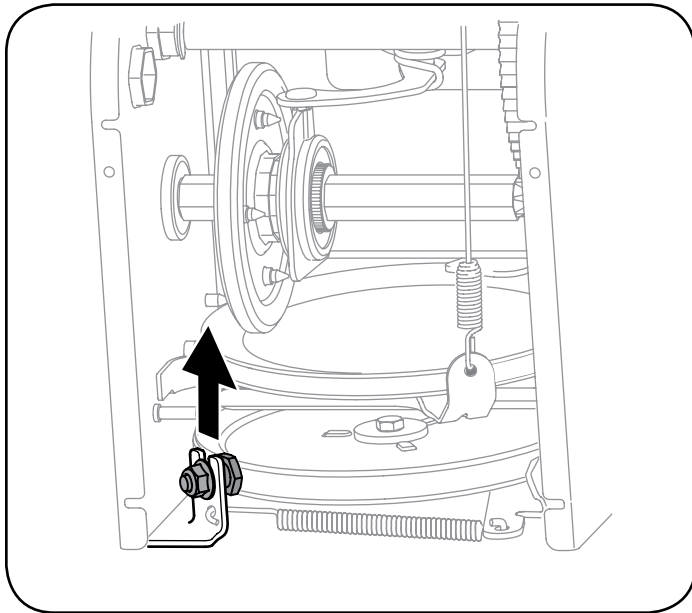

Figura 59
6. Afloje y retire el tornillo con reborde que actúa como guarda de la correa. Vea la Figura 59.